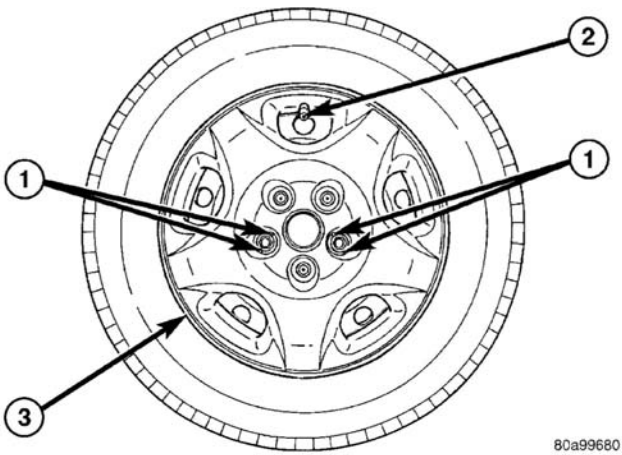

图 32 安装车轮罩到两个螺母上
- (b)同时，将带保持凸台的车轮罩与两个已安装的车轮螺母对齐（图 32）。
- (c)按压车轮罩的中央，直到车轮罩保持凸台压入先前安装的两个车轮固定螺母（图 32）。车轮罩会因此保持住。